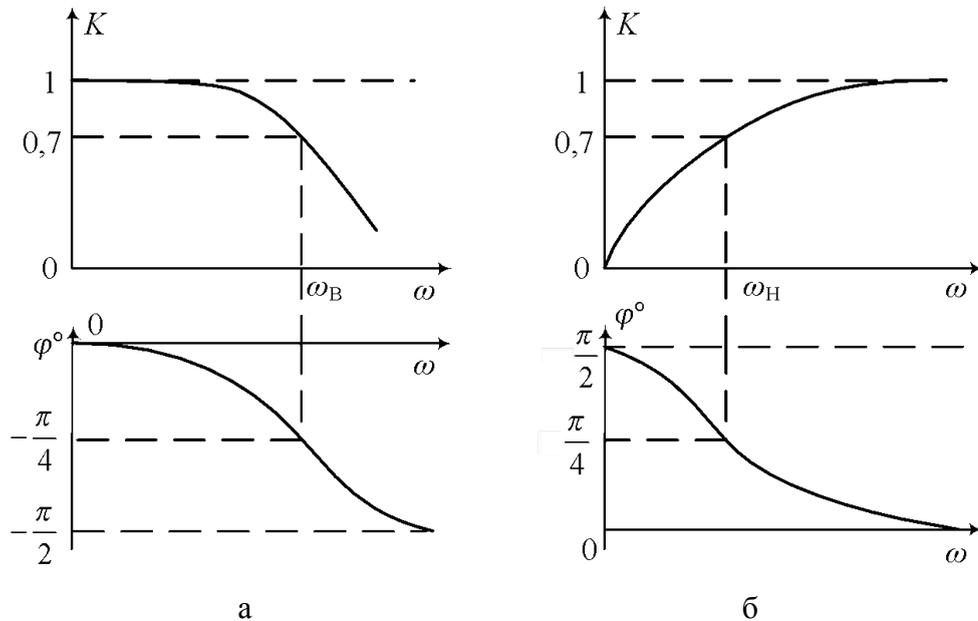

Рис.1.2. Амплитудно- и фазочастотные характеристики интегрирующей (а) и дифференцирующей (б) цепей
На рис. 1.2 показаны амплитудно-частотные (АЧХ) $k(\omega)$ и фазочастотные (ФЧХ) $\varphi(\omega)$ характеристики интегрирующей и дифференцирующей цепей. Если считать граничной частотой пропускания цепи ту частоту, на которой $k(\omega)$ уменьшается в $\sqrt{2}$ раз (0,7 от первоначального значения), то она связана с постоянной времени цепи соотношением $\omega = 1/\tau$, где $\tau = RC$ – постоянная времени цепи.
Значение τ можно определить по переходной характеристике RC -цепей (см. рис. 1.2). Интегрирующая цепь имеет характеристику фильтра низких частот, дифференцирующая – фильтра высоких частот.
4) Исследовать переходные характеристики интегрирующей цепи. Для этого на вход цепи подавать с многофункционального генератора прямоугольные импульсы амплитудой 1 В, периодом колебаний 6 мс, длительностью 3 мс. Зарисовать форму выходных импульсов. По осциллограмме определить постоянную времени цепи в соответствии с рис. 1.2. сравнить полученную величину с результатами расчетов п. 3.